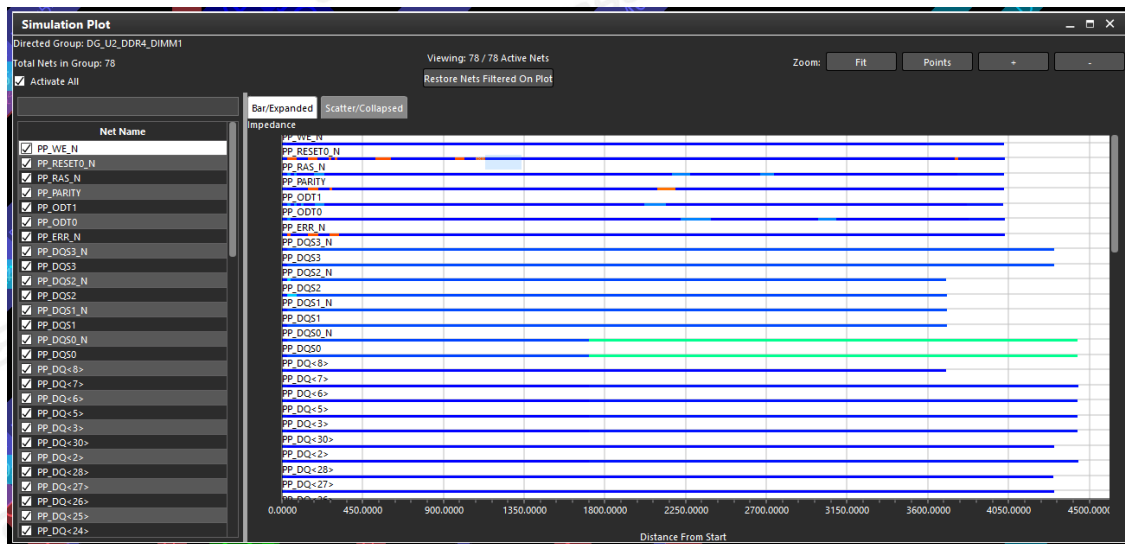

图 23. Bar/Expanded 页面示意各信号走线长度并以颜色显示阻抗变化
**Bar/Expanded** 页面里所显示的直方图信息为各信号走线的长度(X 轴)以及由颜色显示的阻抗变化。使用鼠标直接点击不同线段可直接跳至 Layout 中相对应的位置。(图 23)